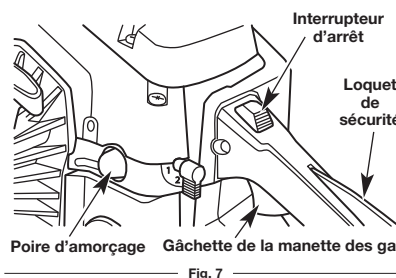

Fig. 7
- Baissez l'interrupteur d'arrêt en position de marche (RUN) (Fig. 7).
- Lentement, pressez puis relâchez dix fois de suite la poire d'amorçage (Fig. 7). Une certaine quantité d'essence devrait être visible dans la poire d'amorçage, pressez et relâchez la poire jusqu'à ce qu'elle soit visible.
- Relevez l'interrupteur d'arrêt en position d'arrêt (STOP) (Fig. 7).